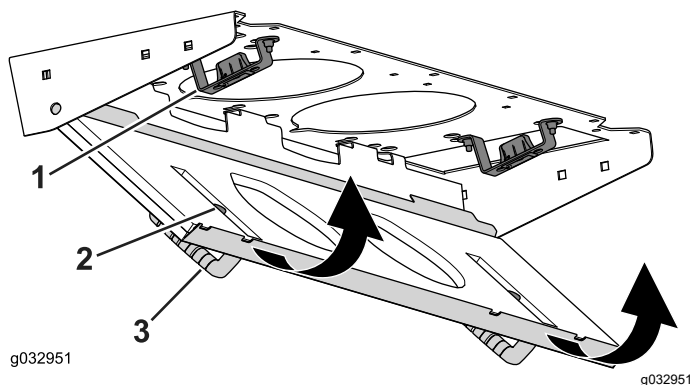

図 89
4. フィルタスクリーンを回転させてラッチをラッチ取り付けアセンブリにロックする 図 89。